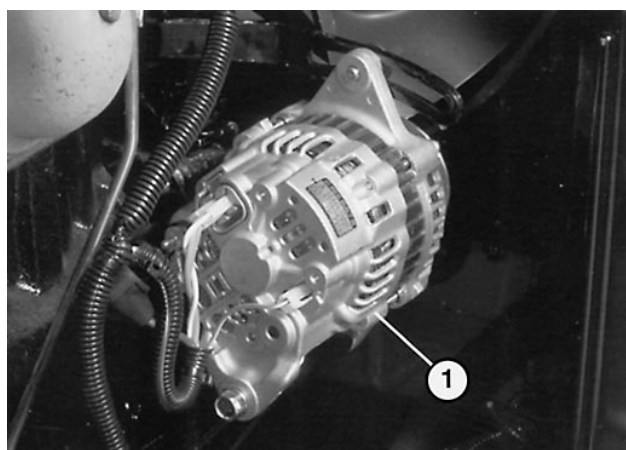

Figure 42
C. Desserrer les boulons (3) qui fixent l'alternateur à la plaque et au support de montage (Fig. 42). Tourner l'alternateur pour l'éloigner du moteur et augmenter la tension, puis serrer les boulons. Vérifier la tension de la courroie après le réglage et l'ajuster de nouveau au besoin.